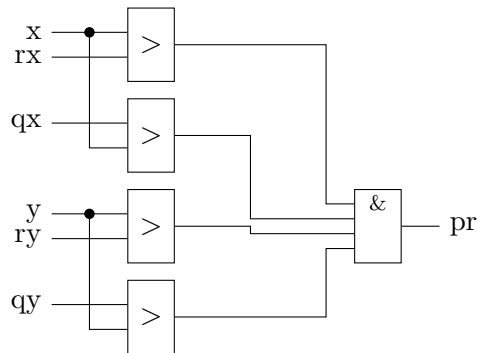

Abbildung 3: Architektur für die Berechnung ob ein Punkt in einem Rechteck liegt
- In Abbildung 3 ist eine Architektur dargestellt, die in jedem Takt überprüfen kann, ob ein Punkt in einem Rechteck liegt oder nicht. Dazu werden in jedem Takt die vier Vergleiche durchgeführt.